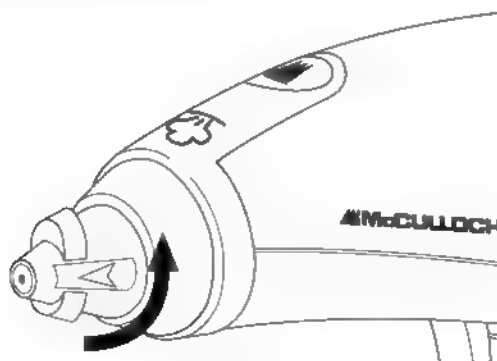

FIGURA 2
3. Gire la Boquilla Recta/Boquilla Angulada/Cepillo Versátil noventa grados en la dirección contraria a las manecillas para cerrarlo en su lugar (FIGURA 2). Ahora las flechas estarán en los dos lados del accesorio.